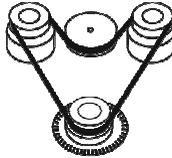

Abb. 2 Austausch des Gummigurts
- Lösen Sie die 4 Befestigungsschrauben auf der Unterseite des Geräts und entfernen Sie die Unterseite. Wechseln Sie den Gummigurt aus (Abb. 2).